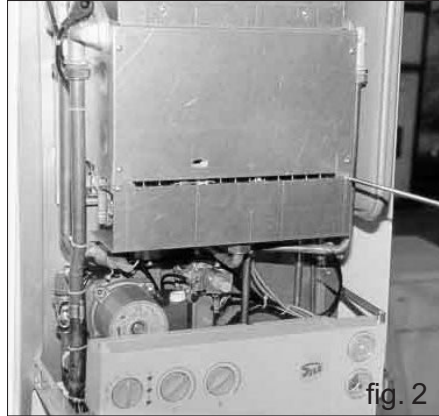

fig. 2
- Con un cacciavite a croce svitare le due viti autofilettanti dalla parete anteriore di protezione (fig. 2) e togliere quest'ultima.